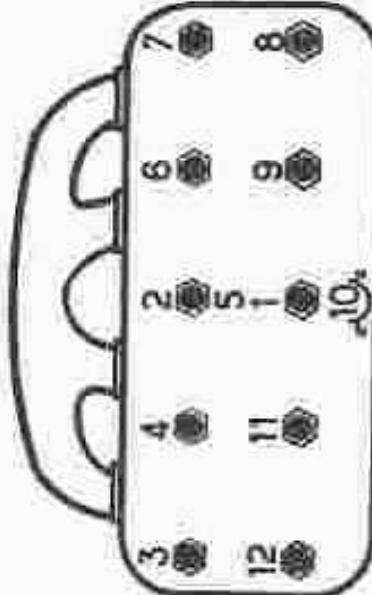

Fig. 7.— Ordre de serrage des vis de fixation de cylindrée.
- Déboulonner progressivement les six vis de fixation de la cylindrée, en suivant l'ordre inverse de celui précédent pour leur serrage, c'est à dire : 10-9-8-7-6-5-3-2 (fig. 7).